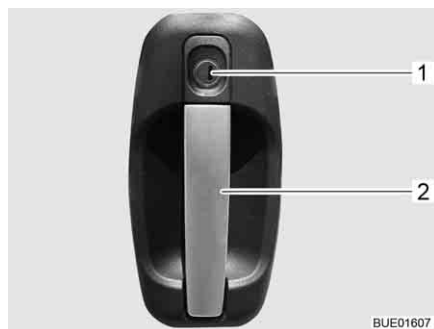

Fig. 48 Cerradura de la puerta de entrada, en el exterior
- Introducir la llave en el cilindro de cierre (Fig. 48,1) y girarla hasta que esté desbloqueada la cerradura de la puerta.
- Tirar del tirador de la puerta (Fig. 48,2). La puerta está abierta.
- Introducir la llave en el cilindro de cierre (Fig. 48,1) y girarla hasta que esté bloqueada la cerradura de la puerta.